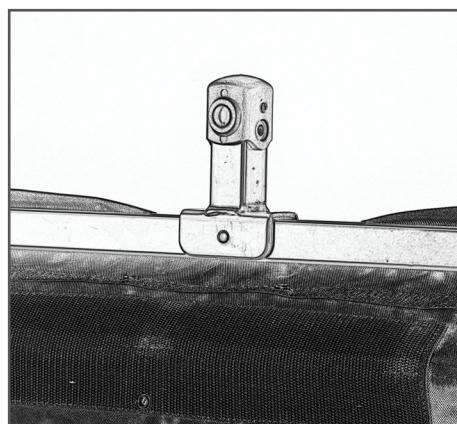

図31
- ホイール・ブラケットをフレーム上でスライドし、ロケータ・ピンがフレーム・チューブの前面の小さな穴に収まるようにしてください(図31)。ブラケットのねじ込みナット・サイドが上部にあるように徹底してください。ブラケットの何もない穴が底面を向くようにしてください。